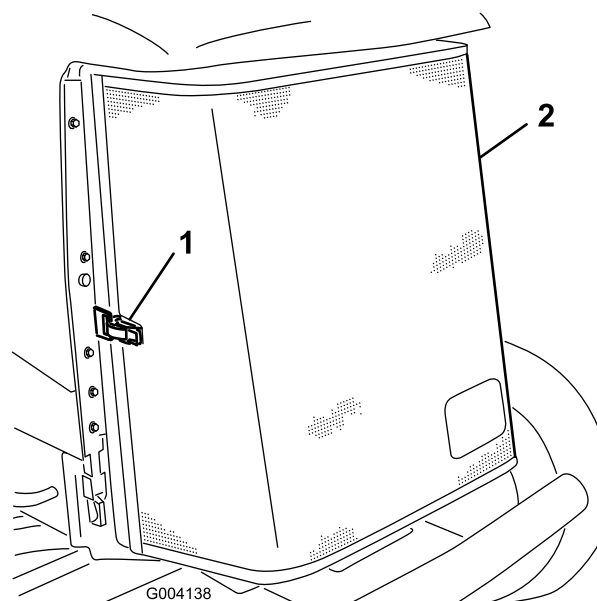

Figura 110
5. Desenganche la rejilla trasera y ábrala (Figura 110).